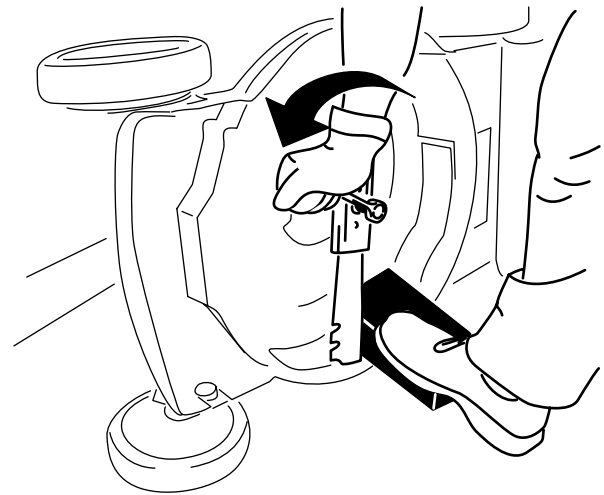

Figura 27
3. Folosii o bucată de lemn pentru a menine lama stabilă (Figura 27).
4. Îndepărtați lama, păstrând toate elementele de montare (Figura 27).